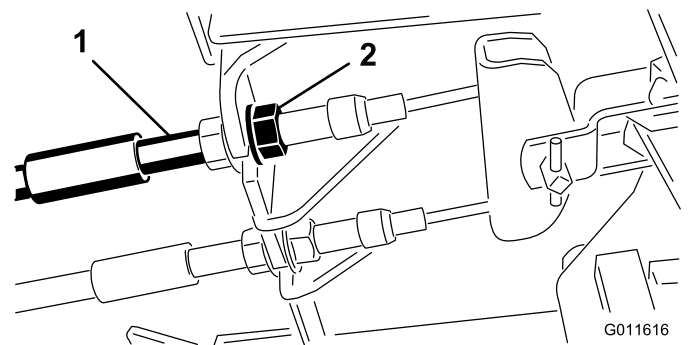

Bild 69
1. Ziehen Sie zum Reduzieren des Spieles der Bremspedale die Bremsen fester – lockern Sie dazu die vordere Mutter am Gewindeende des Bremszugs (Bild 69).